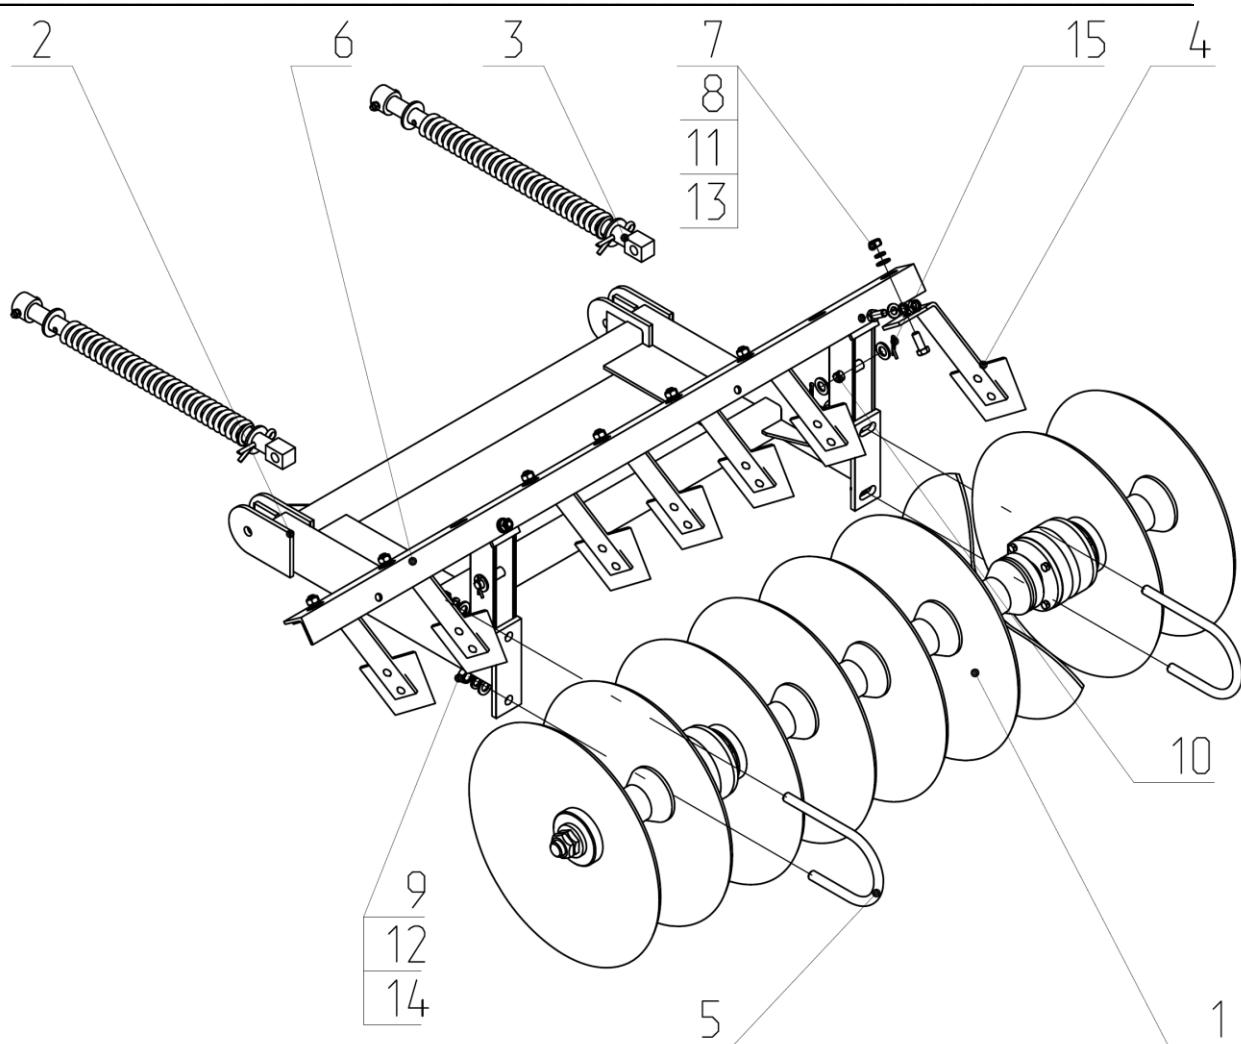

Рис.9 ЛДГ 02.010-01 Секция левая в сборе.
2.21. Секция левая в сборе (Рис.9) состоит из батареи 1, которая является основным рабочим органом, рамки 2, к которой прикручиваются уголок 6 с чистиками 4 и батарея.